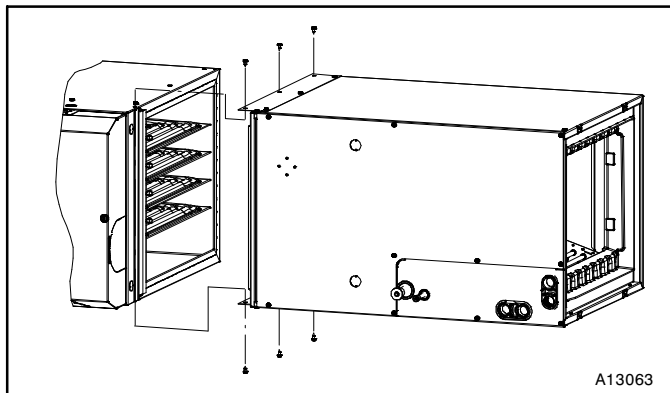

Figure 5 – Installation horizontale vers la droite
4. Utilisez des vis autotaraudeuses pour fixer l'appareil de chauffage. (Consultez la **Figure 5**.)